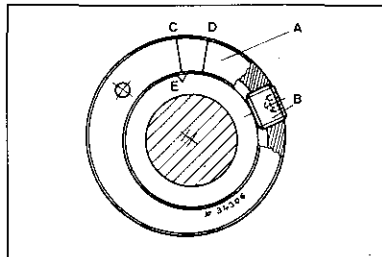
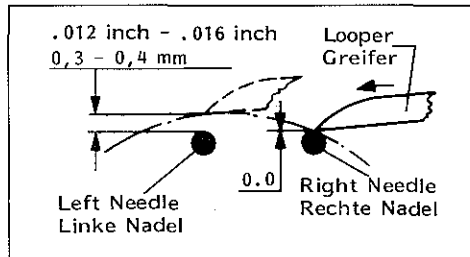

Fig.71
Fig.72
After loosening the eccentric set screw (B, Fig. 71) the eccentric (A) can be turned within the area of C and D to obtain a distance of 0,3 - 0,4 mm (.012 - .016 in.) (Fig. 72) between the left needle and looper point, when the looper moves from right to left. This adjustment is made at the factory.
Nach Lösen der Schraube (B, Fig. 71) wird der Exzenter (A) im Bereich zwischen C und D so eingestellt, daß der Abstand zwischen der linken Nadel und der Greiferspitze 0,3 - 0,4 mm beträgt (Fig. 72), wenn der Greifer sich von rechts nach links bewegt. Diese Einstellung erfolgt im Werk.